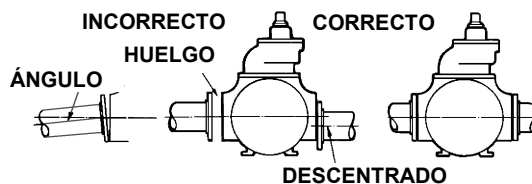

Figura 2
7. Verifique la alineación de las tuberías hacia la bomba para evitar tensiones que posteriormente pudieran causar una desalineación. Consulte la figura 2. Desempeñe las bridas de las juntas de unión. Las tuberías no deben separarse ni caerse. Después de que la bomba haya estado en operación durante una semana o dos, vuelva a verificar completamente la alineación.